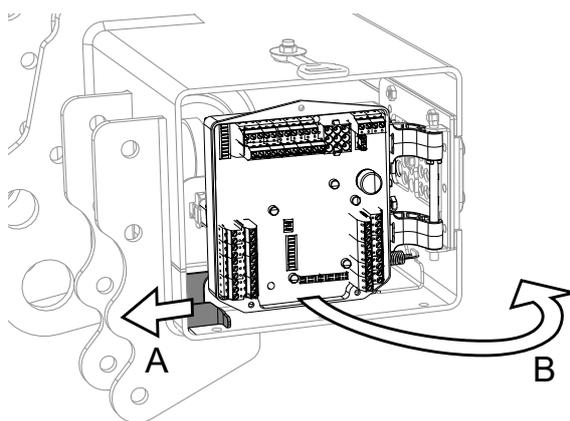
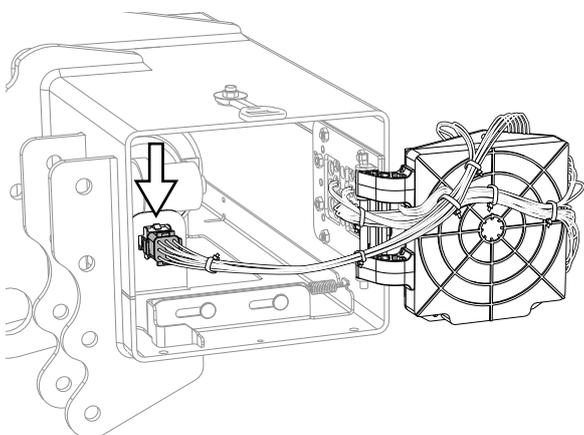

Figure 17. Commande de libération de la carte électronique
Figure 18. Connecteur
3. Dépliez la carte électronique (B) et débranchez le faisceau de câbles du connecteur du groupe hydraulique, voir Figure 17 et Figure 18.